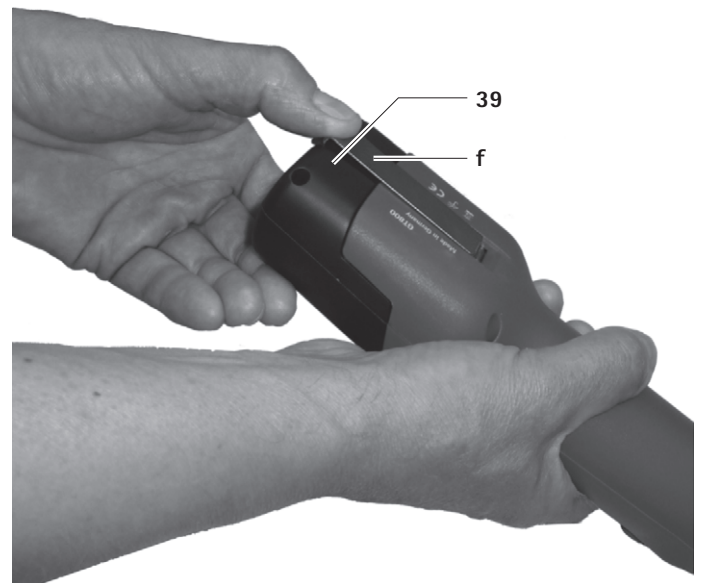

Fig. 3
- Bloquer l'accu Li-ion **39** avec le verrouillage d'accu **f**, voir Fig. 3.